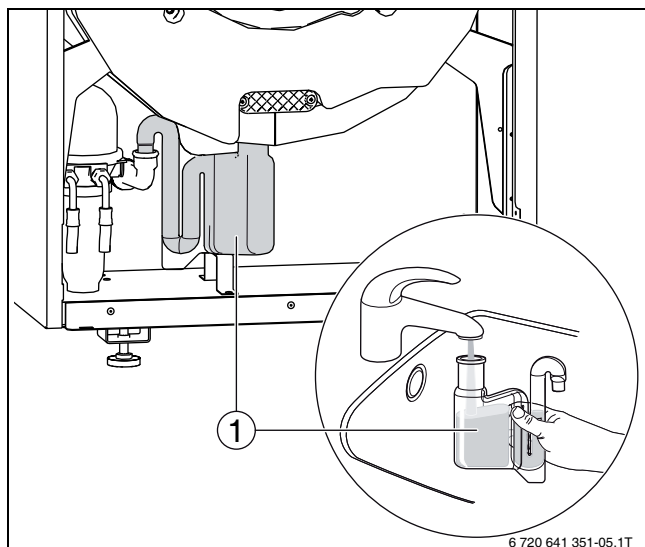

Bild 17 Siphon mit Wasser befüllen
- Siphon (→ Bild 17 [1]) nach oben aus dem Kondensatablaufrohr ziehen.